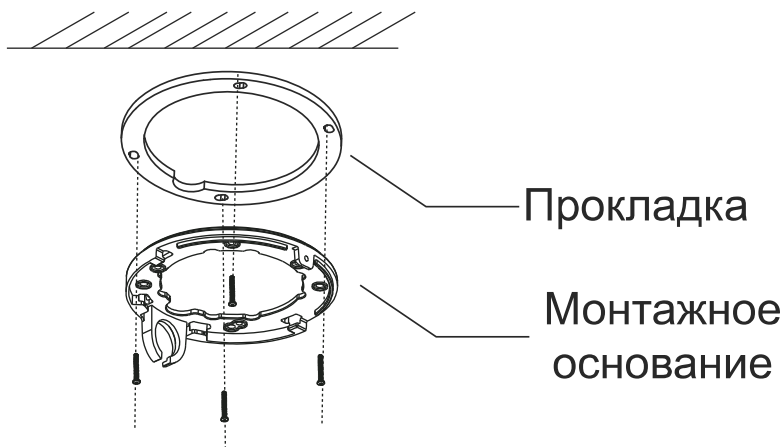

Рис. 5.3. Крепление монтажного основания
3. Протяните кабели через отверстия и подключите их к видеокамере. Прикрепите монтажное основание к потолку или стене шурупами (Рис. 5.3).